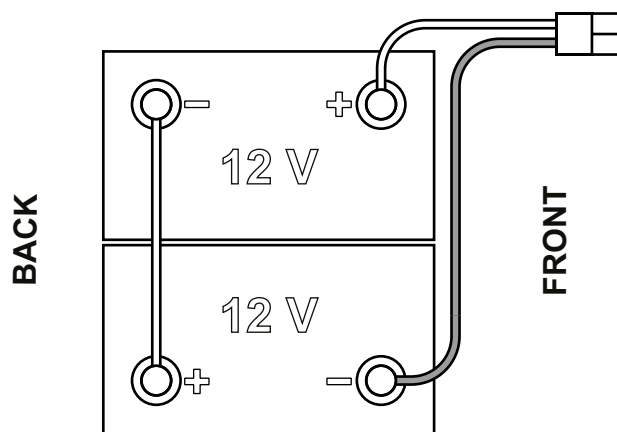

Рис. 1
Для машины необходимы 2 аккумулятора 12 В., подключенные согласно схеме, указанной на рис. 1.
1. Вытащите ключ пользователя (52).
2. Отсоедините разъем аккумуляторной батареи, нажав на аварийную кнопку (5).
3. Поднимите крышку (18) и убедитесь, что бачок для отработанной воды (17) пуст, в противном случае опорожните его с помощью сливного шланга (26).
4. Закройте крышку (18).
5. Возьмитесь за ручку (35) и осторожно поднимите бачок для отработанной воды в сборе (17).
8. Подведите и установите кабель как показано на рис. 1, а затем затяните фиксирующие гайки на клеммах.
9. Установите защитный колпачок на каждую клемму и подсоедините коннектор аккумулятора (6).
10. Отсоедините опорную штангу (36), затем возьмитесь за ручку (35) и аккуратно опустите бачок для отработанной воды в сборе (17).